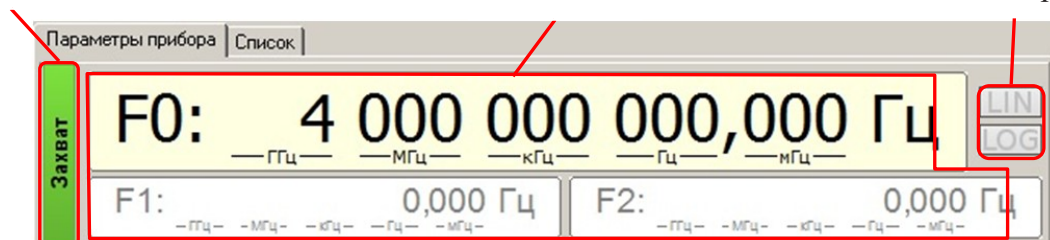

Рисунок 6.17 – Параметры частоты
В параметрах частоты (рисунок 6.17) отображается:
1) в режиме «Фиксированная частота и мощность» и «Сканирование по мощности» отображается F_0 – значение текущей частоты, поля F_1 и F_2 затенены (рисунок 6.17);
в) режим сканирования – отображает закон изменения частоты линейный **LIN** или логарифмический **LOG**. В режиме «Фиксированная частота и мощность» оба индикатора затенены (рисунок 6.17).